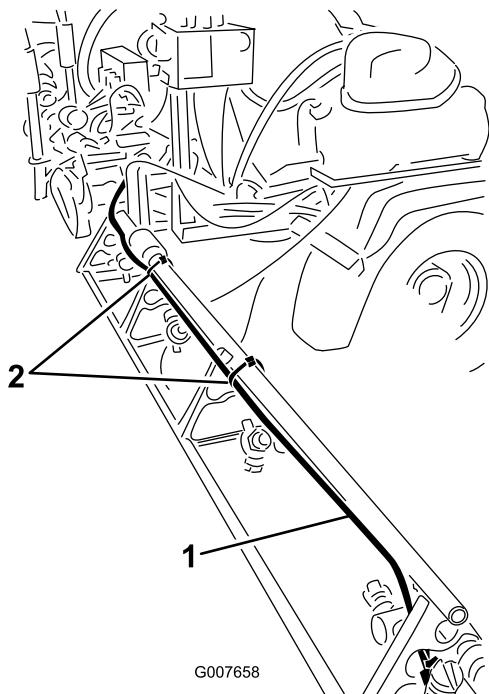

Рисунок 7
- Установите пенный шланг на правой стреле вдоль тыльной стороны верхней штанги (Рисунок 7).